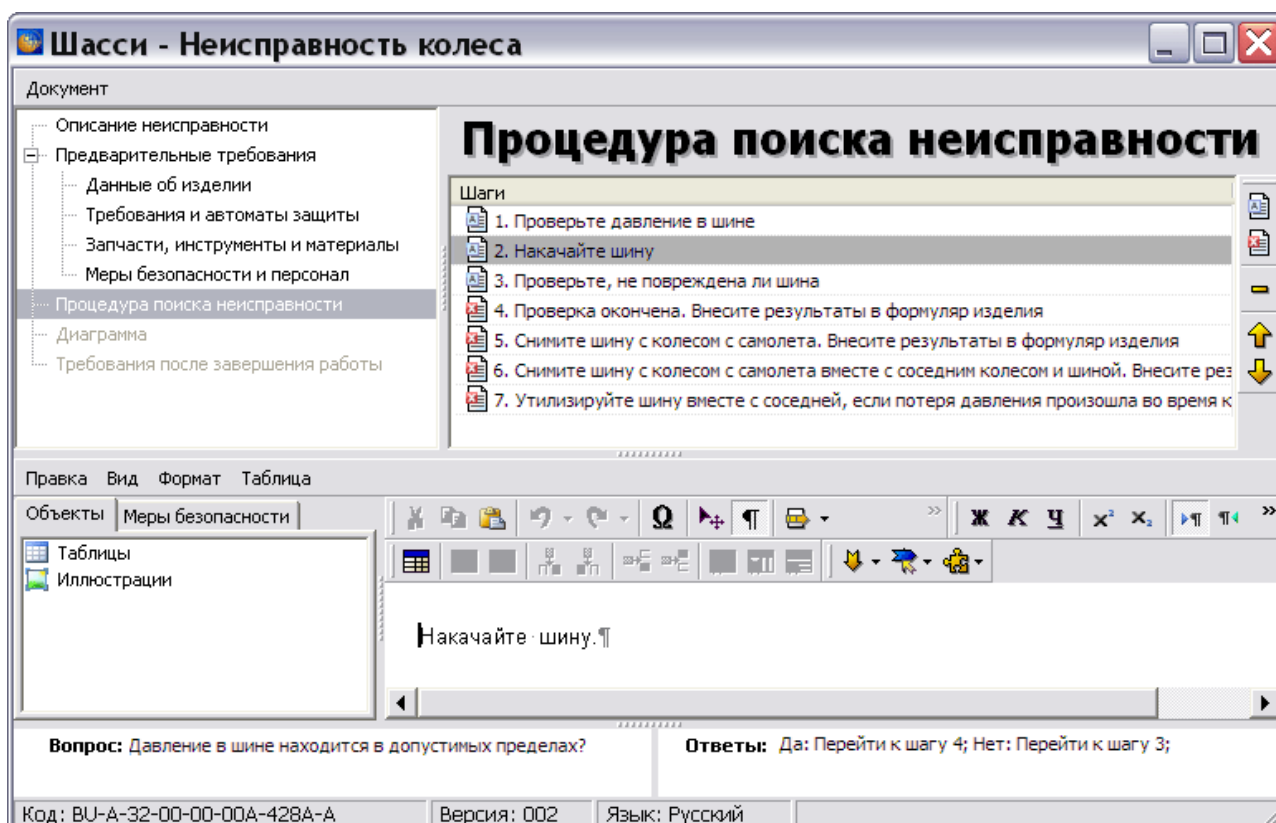

Рис. 8.33
20. Нажмите на кнопку . Диалоговое окно **Вопрос/ответ** закроется, и введенные данные отобразятся в окнах **Вопрос:** и **Ответы:** (Рис. 8.33).